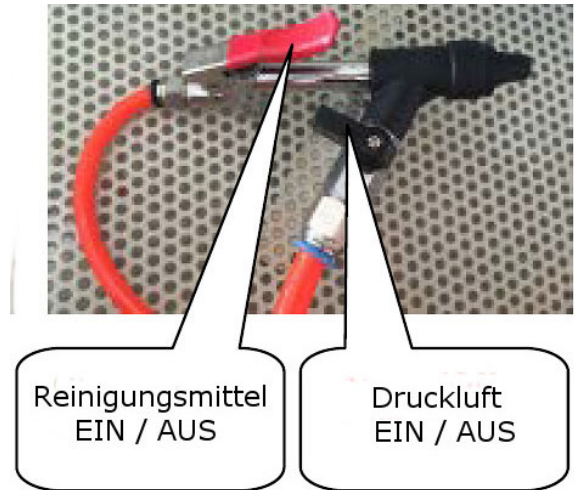

Abb. 7: Reinigung mit der Waschpistole
Schritt 5: Legen Sie das zu reinigende Bauteil in das Teilwaschgerät und schließen Sie die Tür. Benutzen Sie die Waschpistole (Abb. 7) um das Bau-